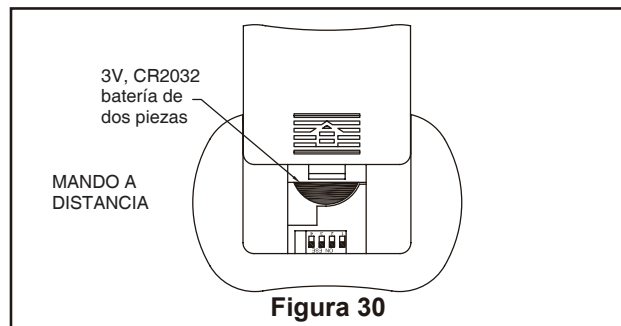

Figura 30
2. Para que funcione el ventilador, instale dos pilas de 3 voltios en el transmisor del mando a distancia. (si no se va a utilizar por largos periodos de tiempo, retire la batería para evitar daños al control remoto de mano.) Guarde el transmisor lejos del exceso de calor o humedad. (Figura 30)